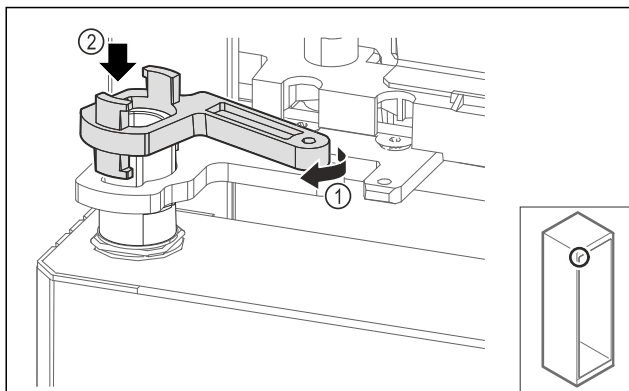

Fig. 70
- Griežiet mazliet gultņa balsta fiksatoru Fig. 70 (1) un uzlieciet uz čaulas Fig. 70 (2).